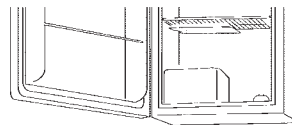

fig. 3
- Para descongelar el congelador, retire los alimentos y la charola para cubos de hielo del compartimiento del congelador. Su modelo puede requerirle colocar la bandeja del gotero bajo sección del congelador (véase fig. 3). Para descongelar, gire dial del control de temperatura a la posición de "Off" (Apagado). La descongelación generalmente se lleva a cabo en unas cuantas horas. Para descongelar más rápido, mantenga la puerta abierta y coloque un recipiente con agua tibia dentro del refrigerador.